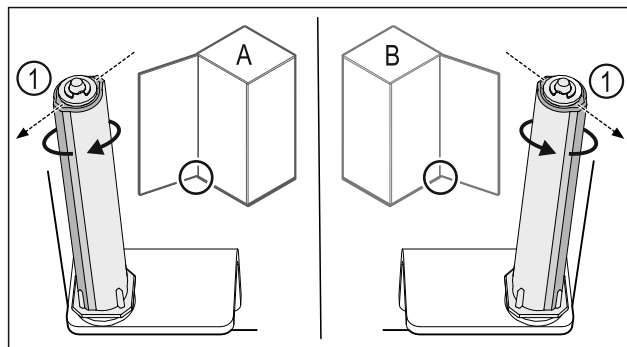

Fig. 43 Ovi avautuu vasemmalle (A) / ovi avautuu oikealle (B)
- Kierrä sulkukyksikköä vastusta vasten niin pitkälle, että sulkujärjestelmän porras Fig. 43 (1) osoittaa ulospäin.